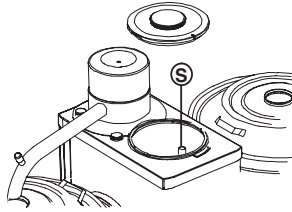

Fig. 22 Överlopps rör varmvattensystem
- Töm ut det sista vattnet genom överloppsroret. Drag härvid ut överloppsroret (S.), som sitter på varmvattenberedaren, vid den korta slangen (fig. 22 ).
- Töm ut det sista vattnet genom överloppsroret. Drag härvid ut överloppsroret (S., fig. 22 ).
- Drag härvid ut överloppsroret (S., fig. 22 ).